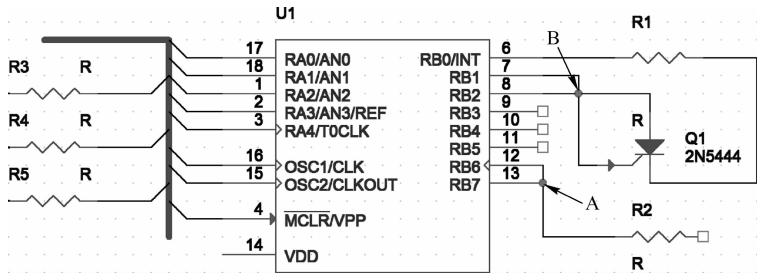

图 6-25 放置电气节点
2. 移动光标到需要放置电气节点的地方，单击鼠标即可完成放置，如图 6-25 中 B 点所示。此时鼠标仍处于放置电气节点的状态，重复操作即可放置其他的节点。